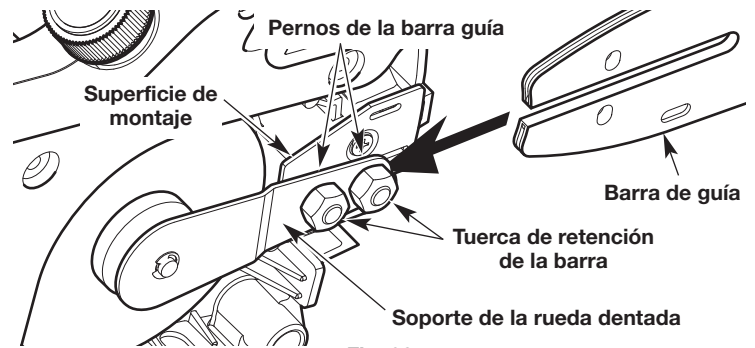

Fig. 28
6. Retire la barra de guía de los pernos de la barra de guía (Fig. 28).
2. Se debe alinear la ranura de la barra de guía con los pernos de la barra de guía (Fig. 28). Inserte la barra de guía entre el soporte de la rueda dentada y la superficie de montaje (Fig. 28). Deslice la barra de guía completamente sobre los pernos de la barra de guía (Fig. 28).